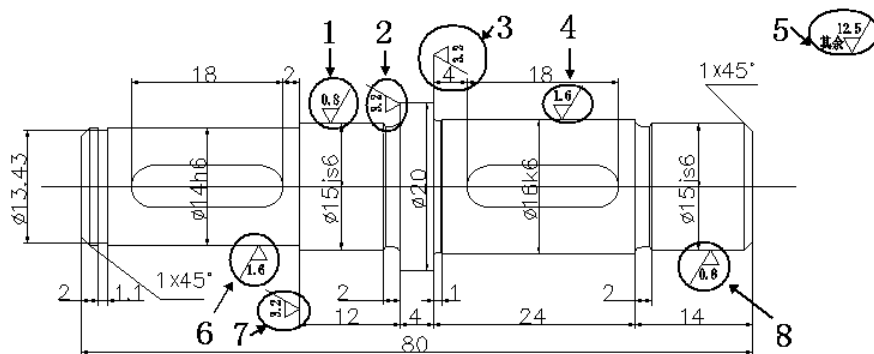

图 11
1) 粗糙度的标注: 对轴的各个表面做粗糙度要求, 其中 1、8 标记粗糙度为 0.8, 4、6 标记粗糙度为, 2、3、7 标记粗糙度为, 结果如图 11。